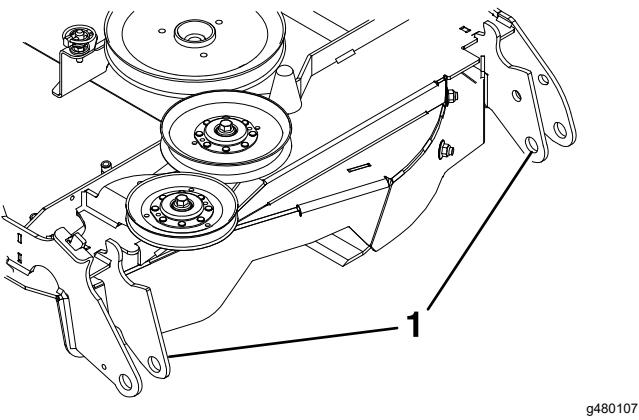

Figura 13
7. Escarie o achaflane los bordes del orificio de las placas de pivote interiores a 24 mm (0.95") aproximadamente, para que el pasador del perno de pivote se asiente en las carcassas laterales derecha e izquierda, como se muestra en la Figura 13. Desbaste la pintura de la parte exterior de las pestañas y alrededor de los orificios de los pasadores de pivote.